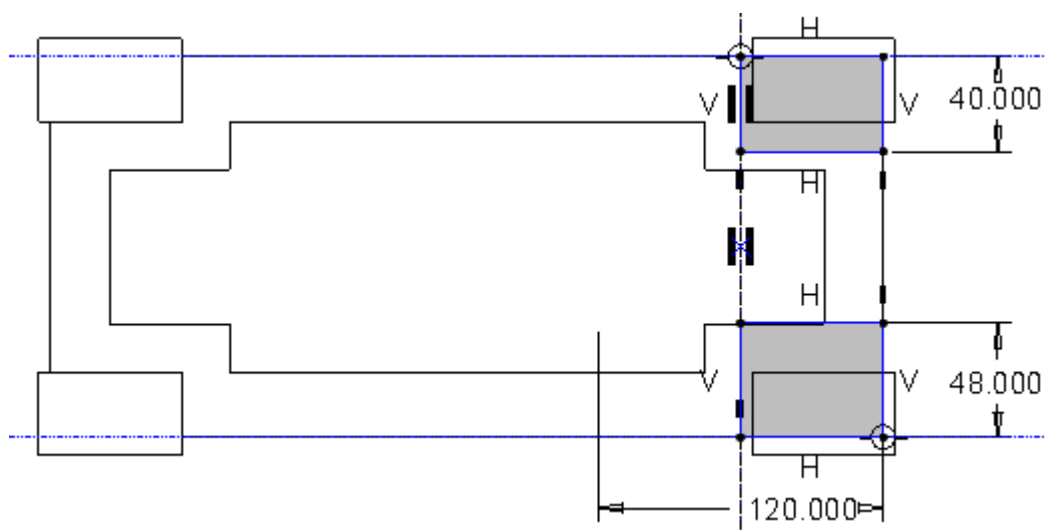

Abb. 6 Skizze Lagersitze
►  Drehen ► Skizzenebene: E_TEILUNG ► Referenzen: E_ANTRIEB, E_ZRSTUFE ► Rotationsachse in E_ANTRIEB ► Skizze siehe Abb. 6